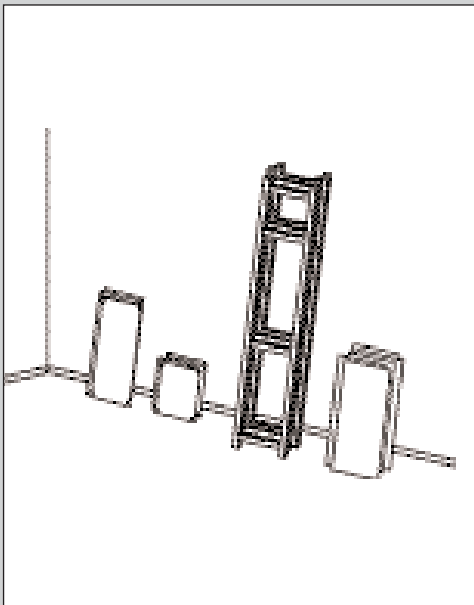

ABBILDUNG 1
2. Sortieren Sie sämtliche Einzelteile. Dies erleichtert die Übersicht während der Montage (siehe Abb. 1).